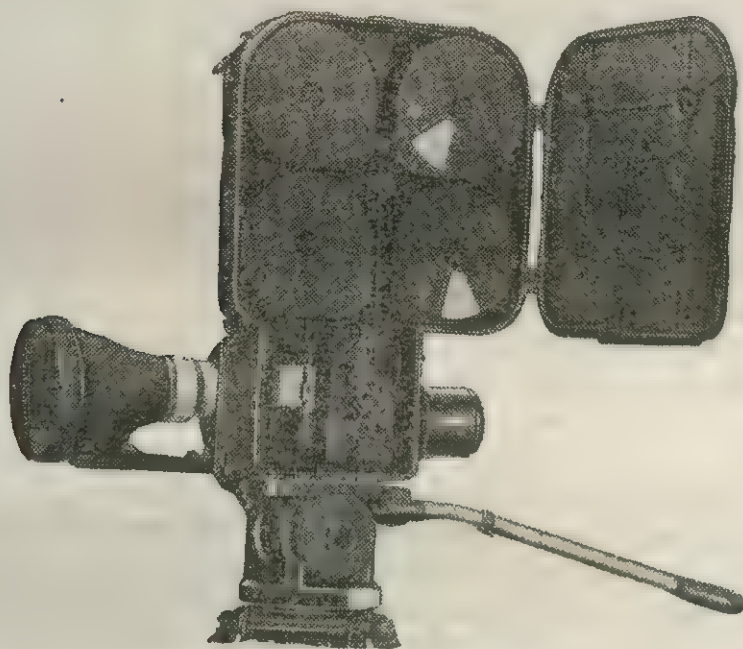

Рис. 121. Аппарат ТКС для съемки по способу «блуждающей маски»
2. Установка света при съемке первой экспозиции «блужда- ющей маски» имеет свои особенности. Дело в том, что для съемки актерской сцены на цветную негативную пленку исполь- зуется видимая часть спектра. Для образования маски используется инфракрасное излучение экрана. Съемка произ- используется инфракрасным съемочным аппаратом ТКС (рис. 121) водится специальным киносъемочным аппаратом ТКС (рис. 121) водится специальной оптикой. С помощью этой оптики изображение с расщепляющей оптикой. С помощью этой оптики изображение с снимаемой сцены делится на два, каждое из которых отбрасы- вается на свою пленку. На масочную пленку изображение